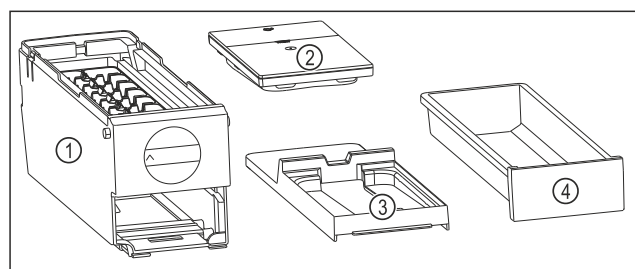

Fig. 174 Komponenter i EasyTwist-Ice
- ▶ EasyTwist-Ice er delt inn i fire deler. (se Fig. 174)
- ▶ Demonter kun delene til EasyTwist-Ice som er angitt på bildet. (se Fig. 174)
- ▶ Hoveddelen til EasyTwist-Ice Fig. 174 (1) rengjøres som en del.